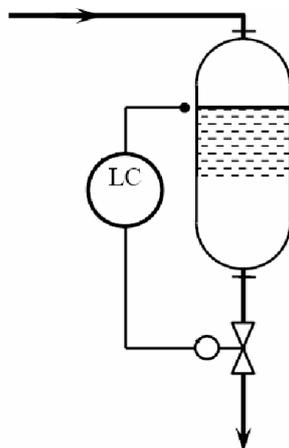

Рис. 5. Функциональная схема системы автоматической регулировки уровня
**Задание 3.** На рис. 5 представлена функциональная схема системы автоматической регулировки уровня. Добавьте к существующей системе контур регулирования давления в емкости.